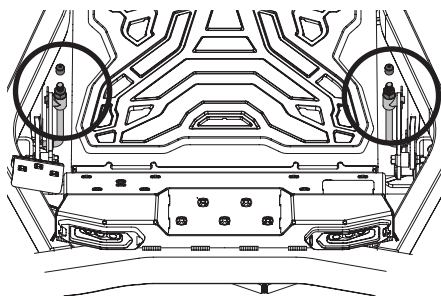

Figura 44
- Quite la tapa de extremo de las varillas de ajuste de elevación de la plataforma delanteras y resérvelas para volver a instalarla (Figura 44).
- Gire ambos pernos delanteros en sentido horario para elevar la inclinación de la plataforma delantera o en sentido antihorario para bajar la inclinación de la plataforma delantera, dependiendo del ajuste necesario. Ajuste cada perno igualmente (Figura 44).